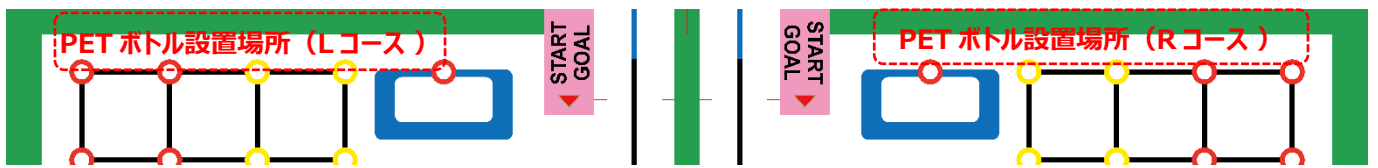

図 5-10 PET ボトル設置場所
- PET ボトルを図 5-10 に示す「PET ボトル設置場所」に設置。